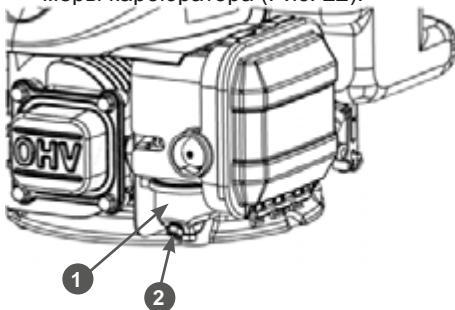

Рис. 22. Слив топлива из карбюратора
1. Установите под карбюратор 1 подходящую емкость (Рис. 22).
2. Открутите болт 2 сливного отверстия и слейте топливо из поплавковой камеры карбюратора (Рис. 22).